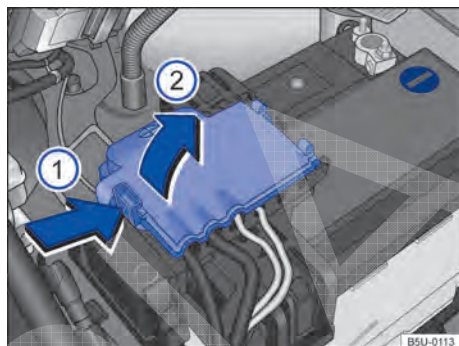

Fig. 146 Compartimento do motor: acesso ao terminal positivo da bateria.
- Abrir a cobertura do polo positivo. Para abrir pressionar a trava no sentido da seta → Fig. 146 ①, rebater a cobertura para o lado no sentido da seta ②.